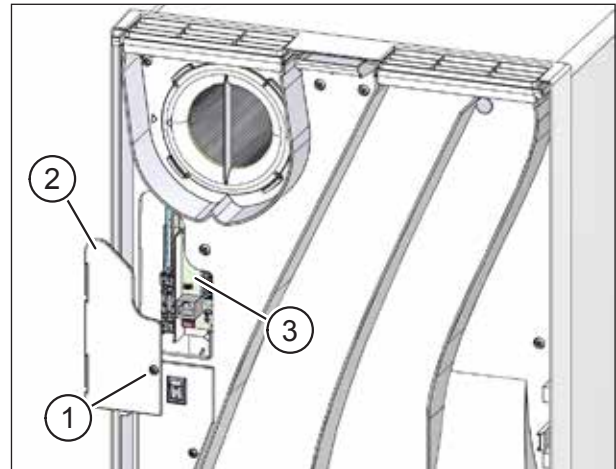

Abb. 21: Elektronikabdeckung abnehmen
- ▶ Lösen Sie mit dem Schraubendreher die Torx-Schraube (Pos. 1 in Abb. 21) an der Elektronikabdeckung (Pos. 2 in Abb. 21).
- ▶ Nehmen Sie die Elektronikabdeckung ab, um Zugang zur Anschlussplatine (Pos. 3 in Abb. 21) zu erhalten.
- ▶ Setzen Sie die Elektronikabdeckung wieder ein und fixieren Sie diese mit der Torx-Schraube (siehe Abb. 21 auf Seite 35).